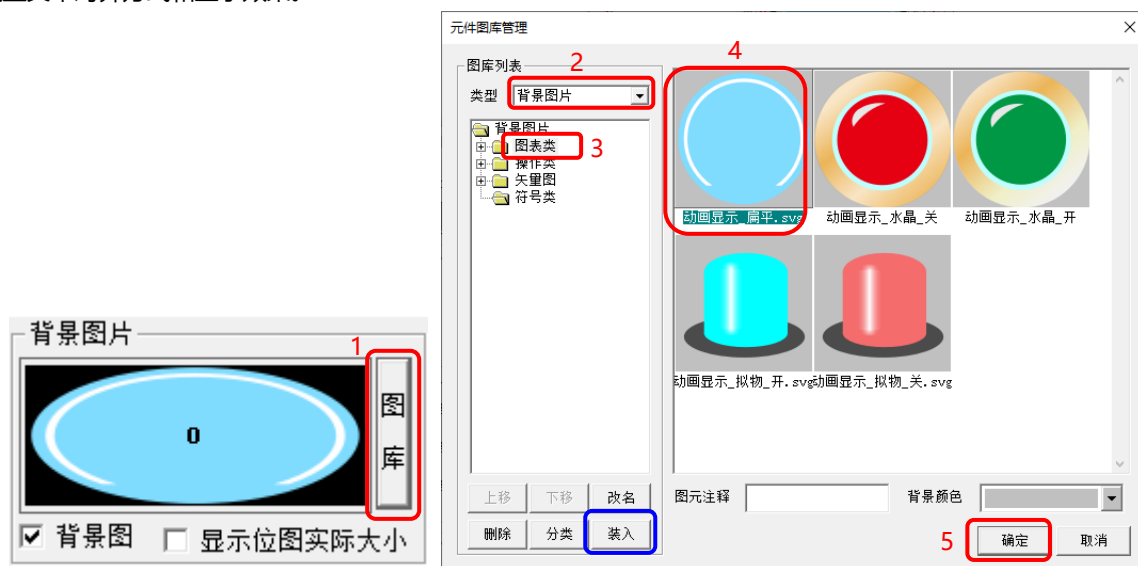

图 2.3-5 插入背景图
- 设置构件背景图片属性，通过【图库】选择背景图或插入自定义背景图，本节所示图片插入方法如图 2.3-5 所示；
注意：通过图 2.3-5 中的【装入】按钮，可装载用户自定义图片，支持图片格式：bmp、jpg、png、ico、svg。